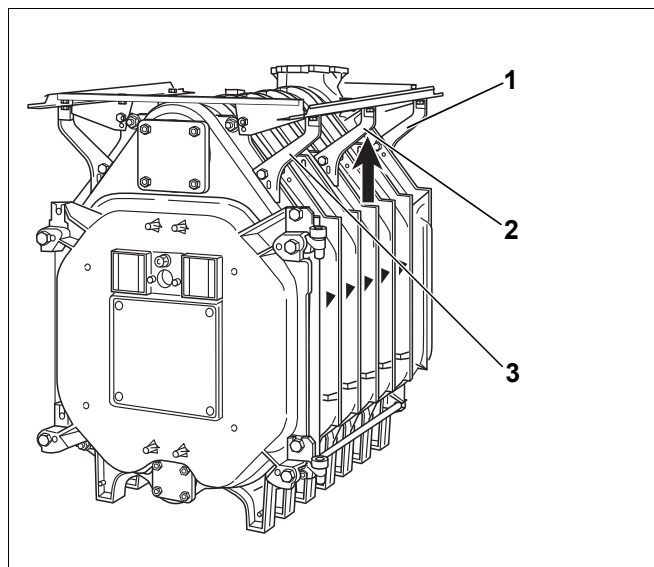

Рис. 40 Выверка продольных планок
- ▶ Выровняйте продольные планки и кронштейны на передней и задней секциях и затяните болты их крепления (рис. 40, [1] и [3]).
- ▶ Средние кронштейны (рис. 40, [2]) сдвиньте снизу к продольным планкам и затяните болты крепления к котловому блоку.